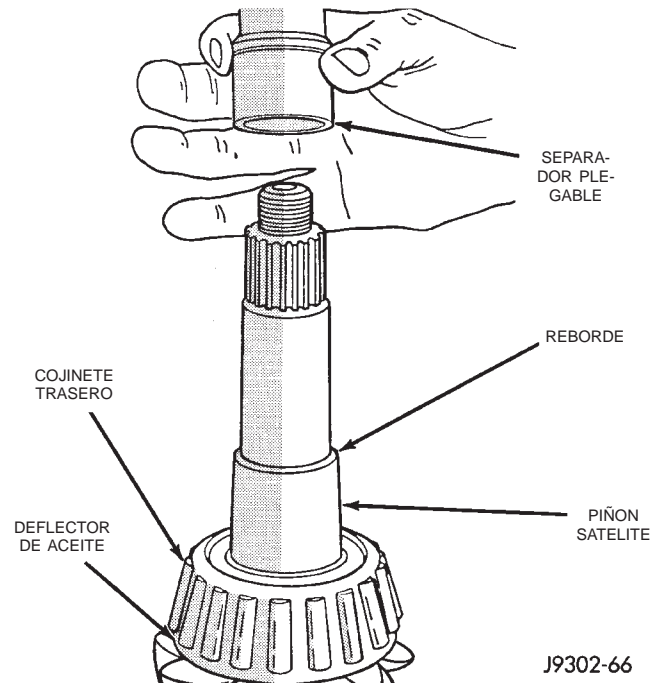
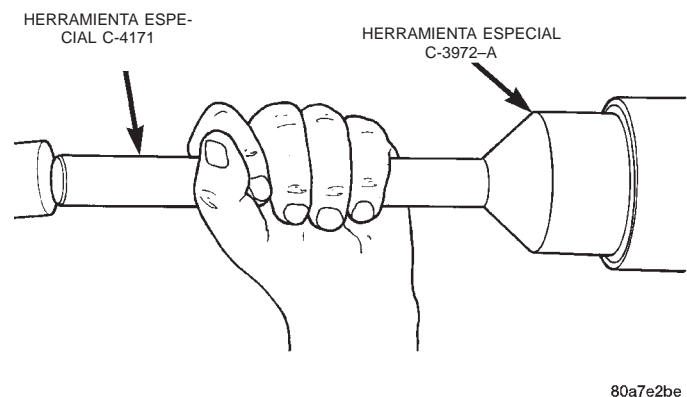

Fig. 20 Separador plegable de ajuste previo
Fig. 21 Instalación de la junta del piñón
(1) Coloque un nuevo separador plegable de ajuste previo en el eje del piñón (Fig. 20).
(2) Si se ha retirado el piñón satélite, instálelo en la caja.
(3) Instale el cojinete delantero del piñón, según sea necesario.
(4) Aplique una capa delgada de lubricante para engranajes en el borde de la junta del piñón. Instale la junta con el instalador C-3972-A y el mango C-4171 (Fig. 21).